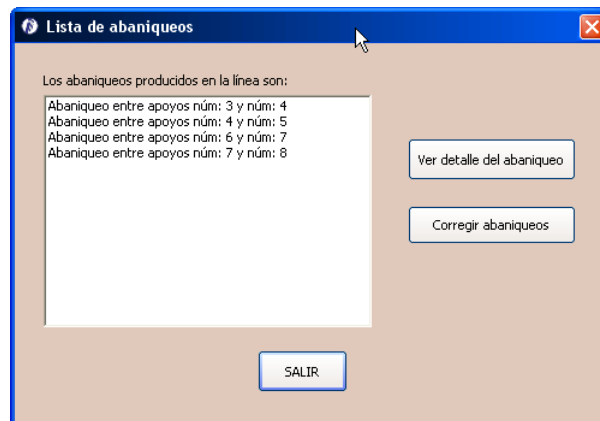
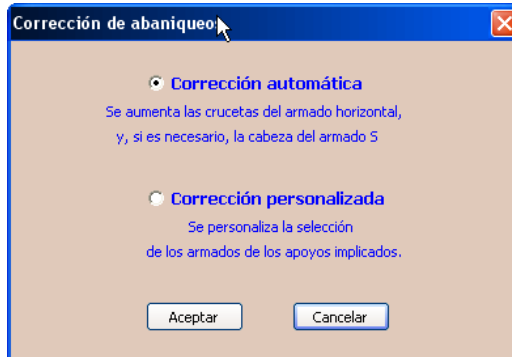

Figura 6.5. Lista de abaniqueos existentes
Figura 6.7. Corrección de abaniquos
En el botón *ver abaniqueos* (Figura 6.5) situado en la parte inferior izquierda de la ventana (este botón sólo aparece en el caso de haber abaniqueos). La siguiente ventana que aparece nos informa de los vanos en los cuales hay abaniqueo y nos permite visualizarlo y corregirlo:
- Corregir abaniqueos (Figura 6.7), al entrar en *corregir abaniqueos* (pulsando el botón en Figura 6.5) nos propone dos soluciones: